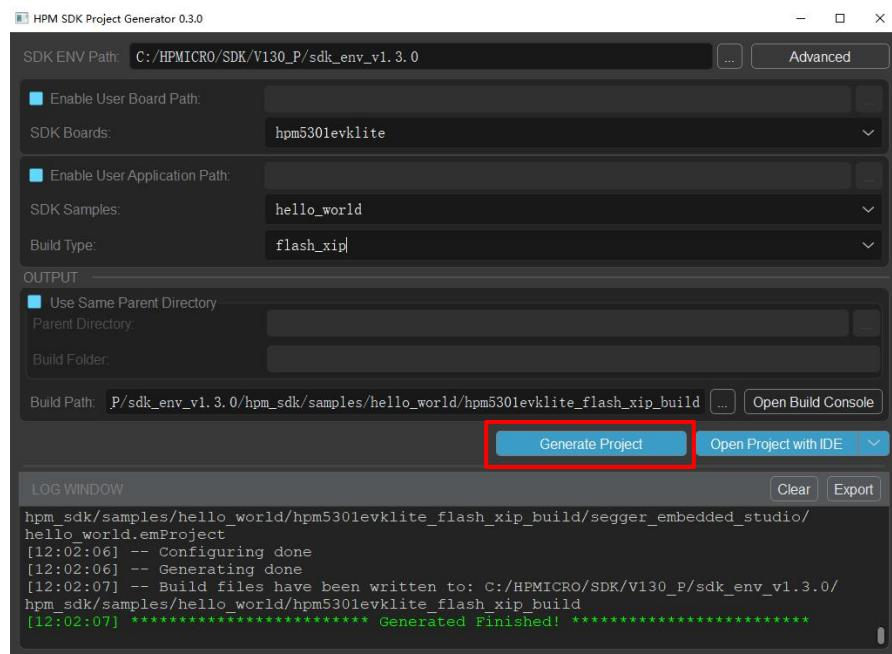

图 21: GUI project generator生成hello\_world工程
17. 在GUI project generator界面中的”SAMPLES”下拉列表中选择”hello\_world”，在”BOARDS”下拉列表中选择”hpm5301evklite”，在”TYPE”下拉列表中选择”flash\_xip”。点击”Generate Project”按钮，即可生成debug类型的hello\_world工程。如图 21所示。